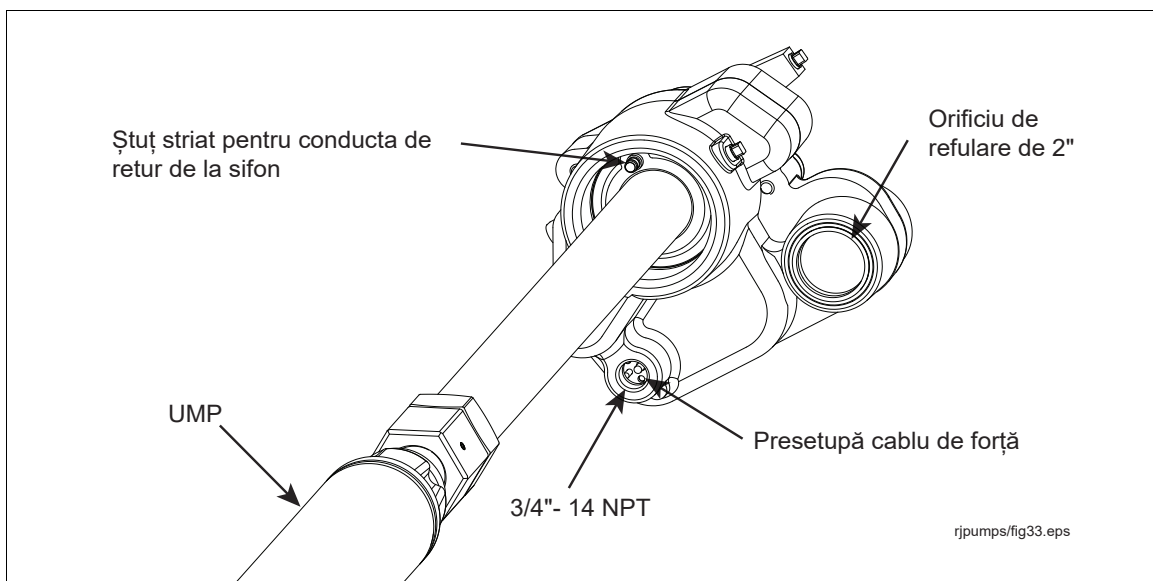

Figura 11. Localizarea ștuțului conductei de retur pe pachet
- Atașați tubul de retur al sifonului la ștuțul striat de la baza pachetului și asigurați cu un colier (vezi Figura 11).